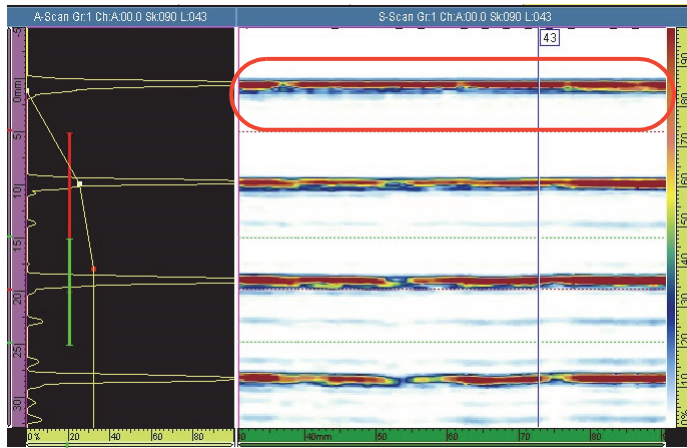

Figura 4-1 Un esempio di schermata S-scan priva di bolle
5. Se necessario, sollevare lo scanner, eliminare le bolle sulla sonda mediante un dito e ripetere queste operazioni fino a quando tutte le bolle sono eliminate (vedi Figura 4-1 a pagina 36).